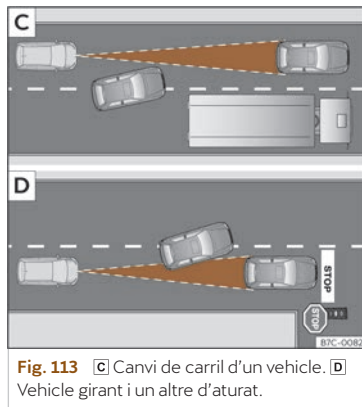

Fig. 113 [C] Canvi de carril d'un vehicle. [D] Vehicle girant i un altre d'aturat.
- Vehicles que canviïn al carril pel qual esteu circulant i a poca distància del vostre vehicle >>> **fig. 113** [C].
L'ACC no reacciona davant de vehicles aturats. Si un vehicle detectat per l'ACC gira o s'aparta i davant seu hi ha un vehicle aturat, l'ACC no reaccionarà a la seva presència >>> **fig. 113** .